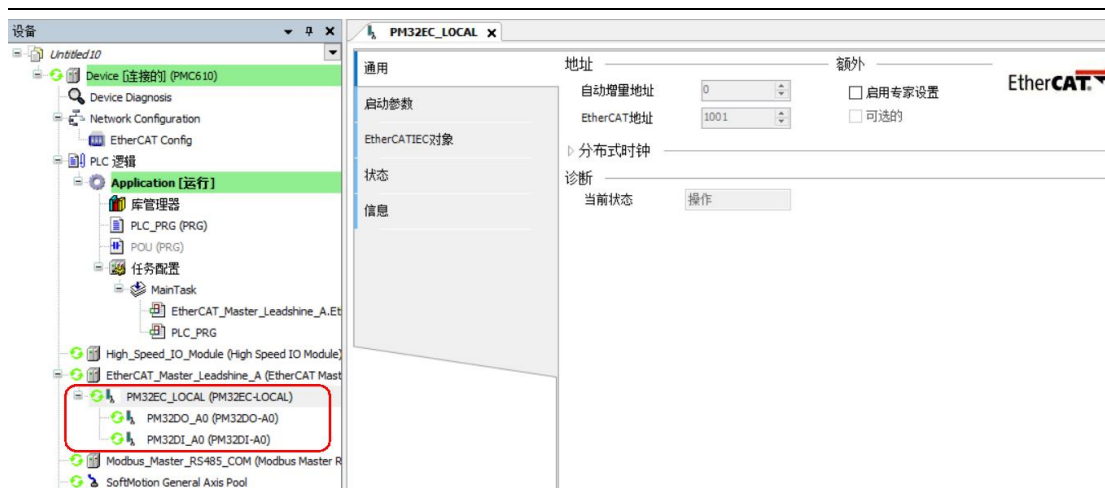

图 14.18 不勾选“启用专家设置”
- a) 正确建立组态，不勾选“启用专家设置”，下载程序后等待从站正常启动。如图 14.18 所示。